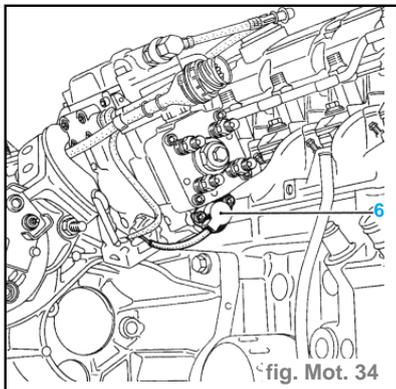

fig. Mot. 34
- Déposer l'électrovanne d'avance (6). (fig. Mot. 34)